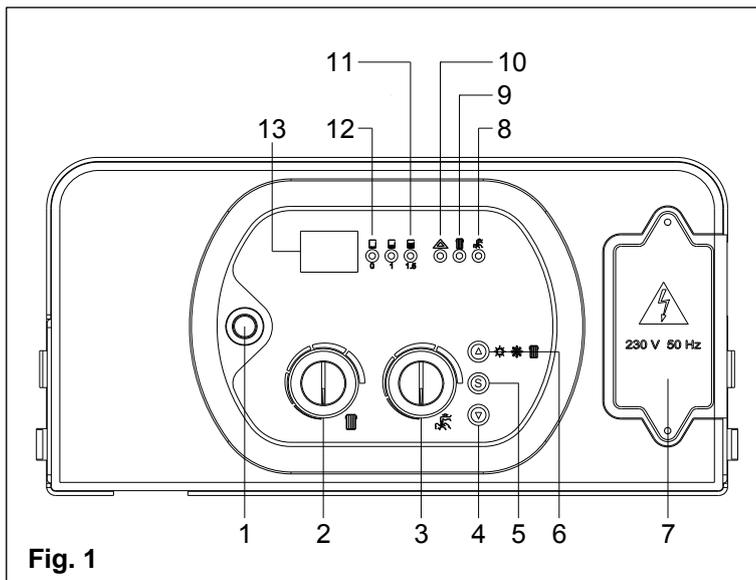
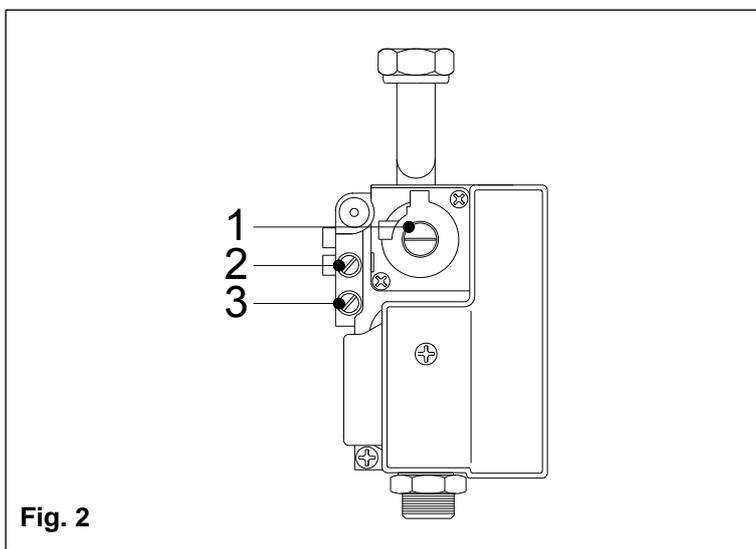

Fig. 1
Fig. 2
- posizionare l'interruttore **1** in posizione ON (fig. 1) dopo pochi secondi si avvierà il circolatore;
- posizionare tramite il pulsante **6** la funzione solo INVERNO. L'accensione dei led **9** (fig. 1) ne indica l'attivazione;
- il sistema di accensione automatico accenderà il bruciatore. Potrebbe essere necessario ripetere più volte l'operazione per eliminare l'aria nella tubazione. Per ripetere l'operazione di accensione, attendere circa tre minuti dall'ultimo tentativo di accensione prima di sbloccare nuovamente la caldaia, poi spegnere e accendere l'interruttore **1** (fig. 1) e quindi ripetere l'operazione;
- controllare la pressione dell'impianto; se questa fosse diminuita aprire di nuovo il rubinetto di carico fino a che la spia **11** (fig. 1) si accende ed il manometro segna 1 bar **e ad operazione terminata richiudere il rubinetto**;
- mettere l'interruttore **1** in posizione OFF (fig. 1), inserire un manometro nella presa di pressione **2** (fig. 2) accendere la caldaia e controllare i valori di pressione massima e minima di regolazione secondo i valori di riferimento riportati sulla targa gas (per controllare la pressione massima, aprire un rubinetto acqua calda sanitaria e verificare se la pressione massima è uguale a quella di targa; per controllare la minima, chiudere il rubinetto e mettere la caldaia in posizione inverno, il manometro visualizzerà la pressione minima per i primi 10 secondi; se la pressione massima non corrisponde a quella di targa, rifare la regolazione (vedi manuale di taratura);